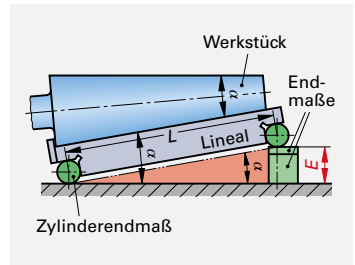

Bild 3: Sinuslineal
4. **Sinuslineal (Bild 3):** Mit dem Sinuslineal werden Winkel geprüft. Den Abstand E setzt man aus Endmaßen zusammen.